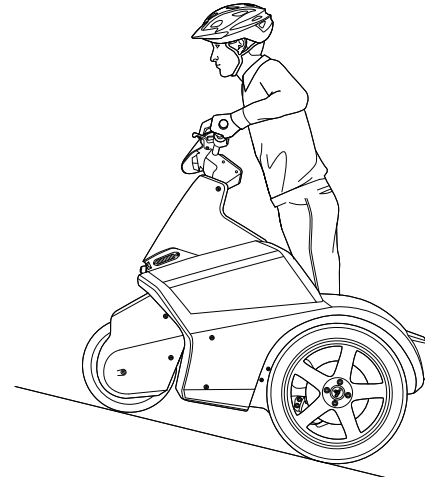

Abbildung 32: Beim Fahren bergauf nach vorne lehnen
- Lehnen Sie sich beim Fahren bergauf leicht nach vorne (**Abbildung 32**).